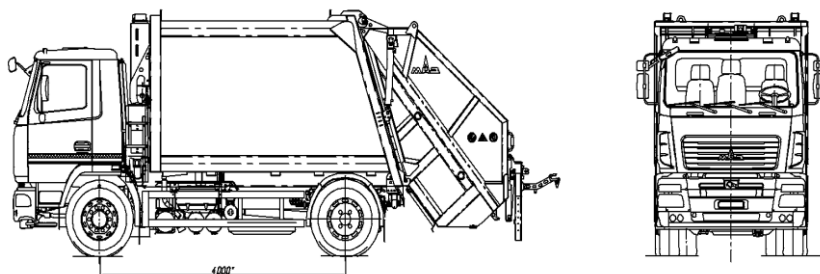

Рисунок 1.1.1 – Мусоровоз МАЗ-590725-012
1.1 Мусоровоз с задней загрузкой (далее по тексту - мусоровоз) (Рисунок 1.1.1) предназначен для механизированного из контейнеров и ручного сбора твердых коммунальных бытовых отходов (далее по тексту – мусора), их уплотнения, транспортирования и механизированной разгрузки в местах обезвреживания.